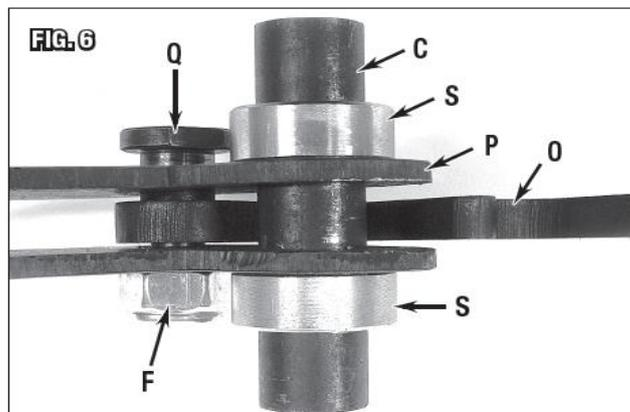

Рис. 6
1. Вставить распорную втулку $\text{Ø}1\text{"x}4\text{"}$ [$\text{Ø}26\text{x}102\text{ мм}$] в отверстия в узел трещотка/рычаг и надвинуть до буртиков вала (S) по обе стороны (Рис. 6). Затянуть фиксирующие винты буртиков вала (S) шестигранным ключом 4 мм.